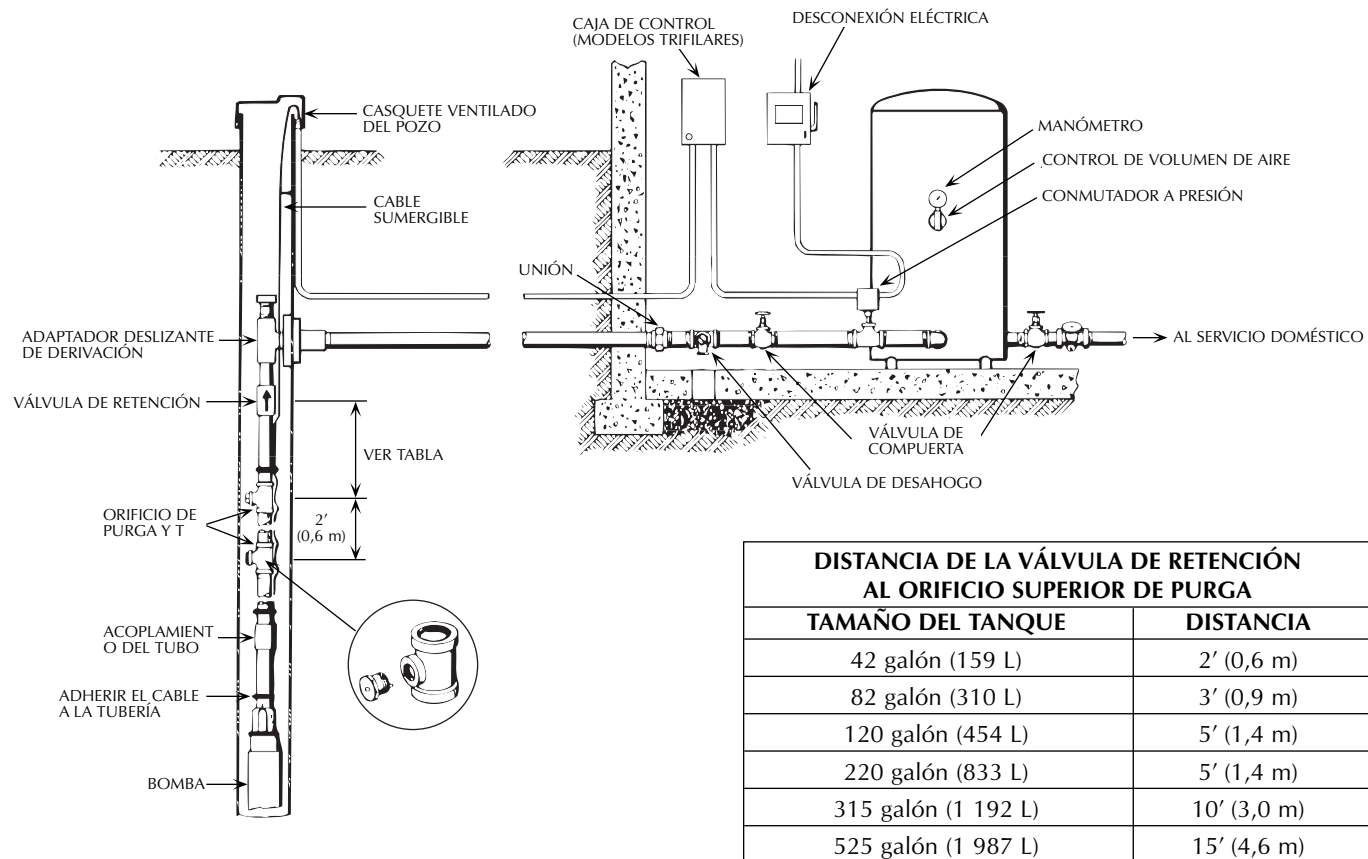

Figura 13 – Instalación del tanque de presión estándar
- Figura 13, página 14. Los orificios cargarán el tanque con aire automáticamente. Consulte la Figura 13 para determinar la ubicación del orificio.
Ver la Figura 13, página 32 para las conexiones de las tuberías al tanque de presión estándar y para la distancia correcta de los orificios de purga desde el tanque de presión.